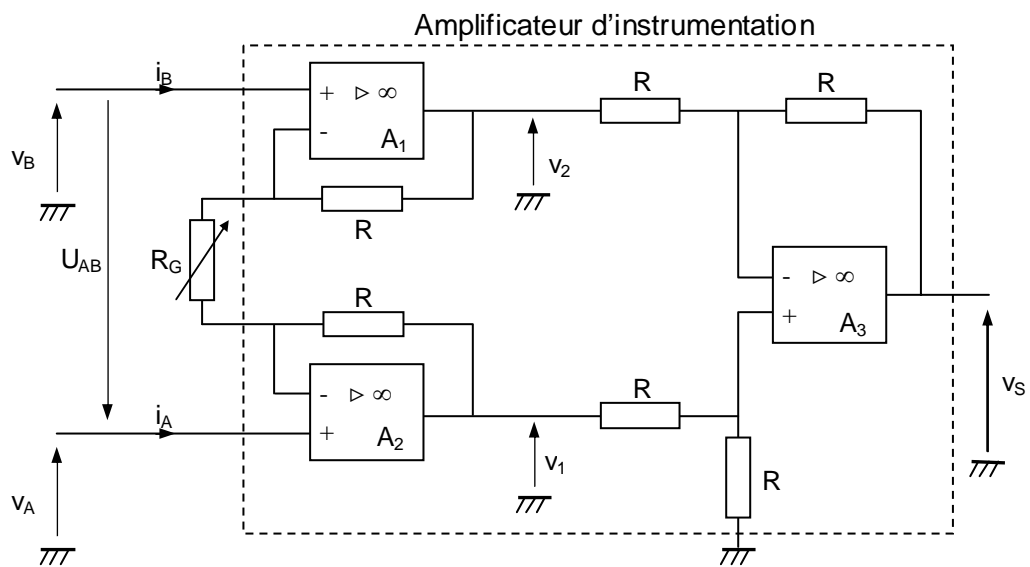

Figure 5
4. Le schéma électrique de l'amplificateur d'instrumentation est donné à la figure 5. Les amplificateurs opérationnels, notés A_1 A_2 A_3 , sont supposés parfaits et fonctionnent en régime linéaire. La résistance R_G est une résistance externe qui permet de régler l'amplification différentielle A_D .